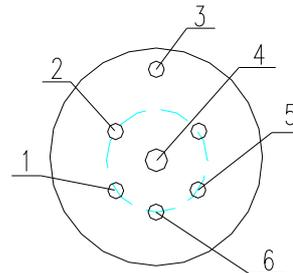

Abbildung 3-56 Die Stellung der Verdrahtung der Steckdose
- Die Steckdosen für den hinteren Anhänger: Wenn der Traktor mit einem Anhänger ausgestattet wird, um die Signalleuchten von dem Anhänger anzunehmen, hat der Traktor Steckdosen für den hinteren Anhänger installiert. Und im Ersatzteilkasten werden die Steckstifte ausgestattet. Die Verdrahtungspositionen der Steckdose sind wie Abbildung 3-56 dargestellt.